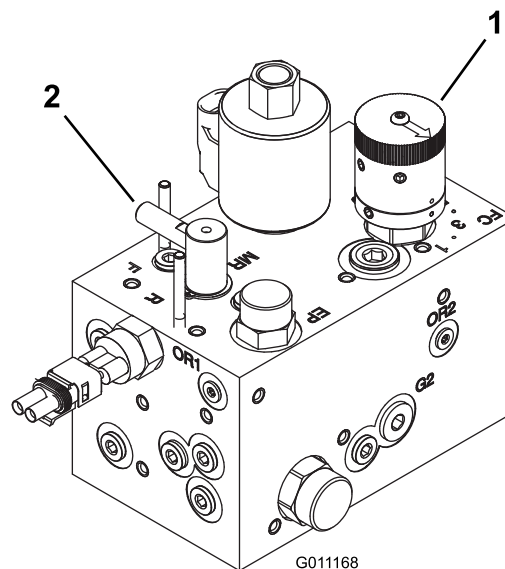

Рисунок 49
3. Поверните ручку регулятора частоты вращения барабана (Рисунок 49) на определенный при выполнении пункта номер, обозначающий частоту вращения барабана 1.